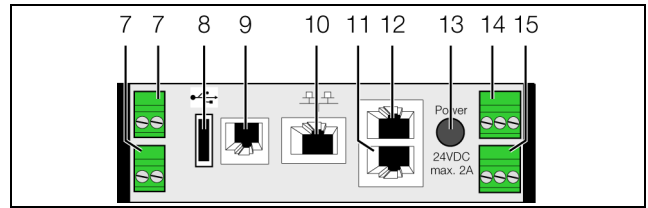

Abb. 9: Rückseite der CMC III PU
- Schließen Sie das externe Netzteil (DK 7030.060) an den Netzteilanschluss der CMC III PU (Abb. 9, Pos. 13) an.
- Schließen Sie hierzu den 24 V-Ausgang (Direktanschluss) am Netzteil (DK 7030.060) am entsprechenden Anschluss der CMC III PU (Abb. 9, Pos. 14) an.
Die o. g. Bezeichnungen „links“, „Mitte“ und „rechts“ gelten beim Blick von hinten auf das Gerät (Abb. 9).
- Schließen Sie an der Ethernet-Schnittstelle (Abb. 9, Pos. 10) z. B. einen PoE-Switch an.
- Verbinden Sie die Ethernet-Schnittstelle (Abb. 9, Pos. 10) über ein Netzkabel mit RJ 45-Stecker mit der vorhandenen Netzwerkstruktur.
An den beiden CAN-Bus-Schnittstellen (Abb. 9, Pos. 11 und 12) kann eine breite Palette von Sensoren, Aktoren und Systemen zur Zugangsüberwachung angeschlossen werden (vgl. Abschnitt 13 „Zubehör“).
Ein Alarmrelais kann über den potenzialfreien Alarm-Relaisausgang angeschlossen werden (Abb. 9, Pos. 15).
An den beiden digitalen Eingänge kann jeweils ein potenzialfreier Schalterkontakt angeschlossen und so z. B. der Störmeldungsausgang eines externen Geräts ausgewertet werden (Abb. 9, Pos. 7).